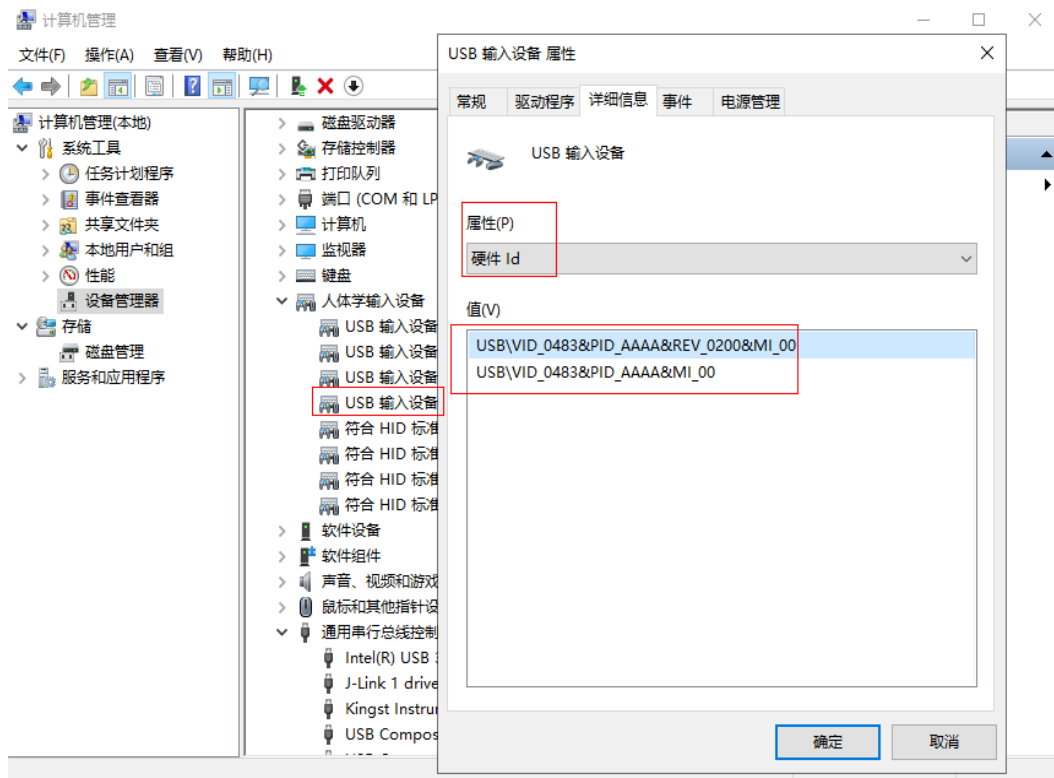
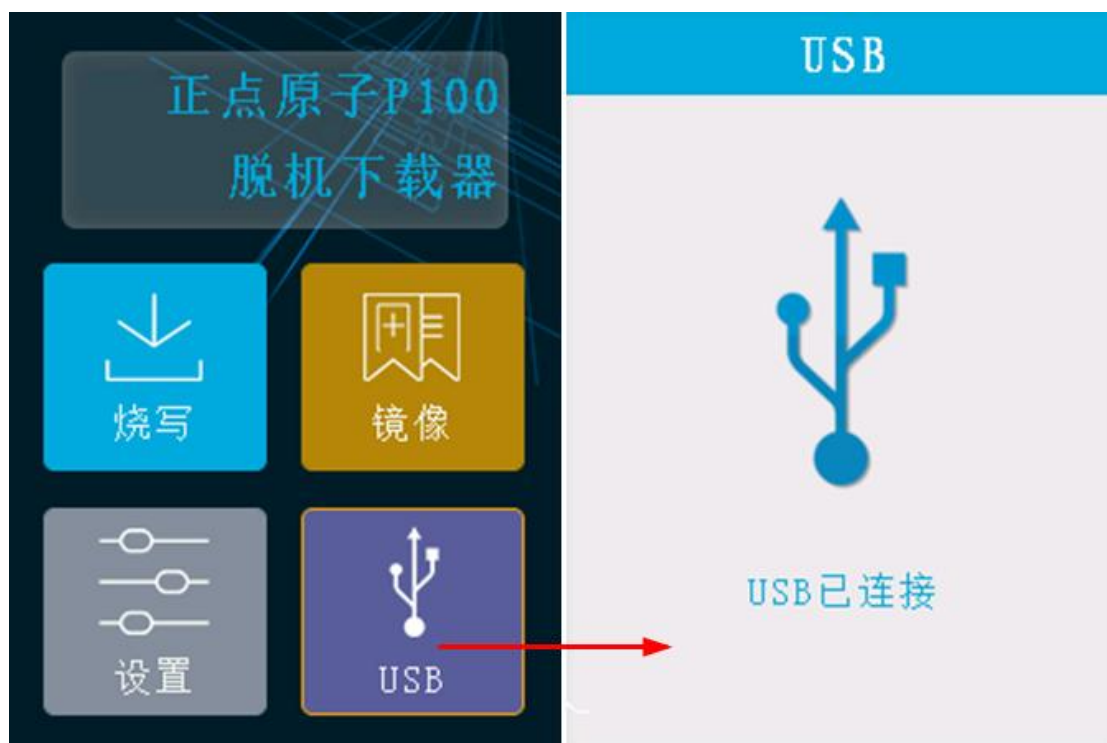

图 2-2 USB 输入设备
图 3-1 USB 连接界面
驱动集成在电脑操作系统中，无需额外提供。驱动安装完毕之后，会出现一个 USB 输设备，硬件 ID 信息页面为“VID_0483&PID_AAAA”，如图 2-2 所示。
- 一、将 P100 脱机下载器通过 USB 连接至电脑，进入图 1-2 所示的主菜单界面后，操作左右两边的方向按键选中菜单界面的 USB 选项，再点击中间的确认按键进入 USB 连接界面，如果上面驱动能正常安装后，则出现如图 3-1 所示界面，显示 USB 已连接。
三、在图 3-1 显示界面当中，如果界面出现提示“USB 已连接”，则上位机配置软件一般会自动识别 P100 脱机下载器设备。识别成功，软件上的指示灯点亮为红色，如图 2-2 所示。
注意：如果用户选择镜像文件的保存路径不在 P100 脱机下载器的盘符里面，用户需要脱机下载器运行图 3-1 界面时，把生成的镜像文件拷贝到 P100 脱机下载器自带盘符的相应文件夹里面，下次用户寻找该烧写镜像时，请到该文件夹下查找。
八、生成镜像文件后，可以长按脱机下载器的左键退出图 3-1 所示的 USB 连接界面，回到图 1-2 所示的主菜单界面后，操作点击左右两边的方向按键选中主菜单界面的【镜像图标】选项，再点击中间的确认按键进入镜像切换界面，如图 3-11 所示。